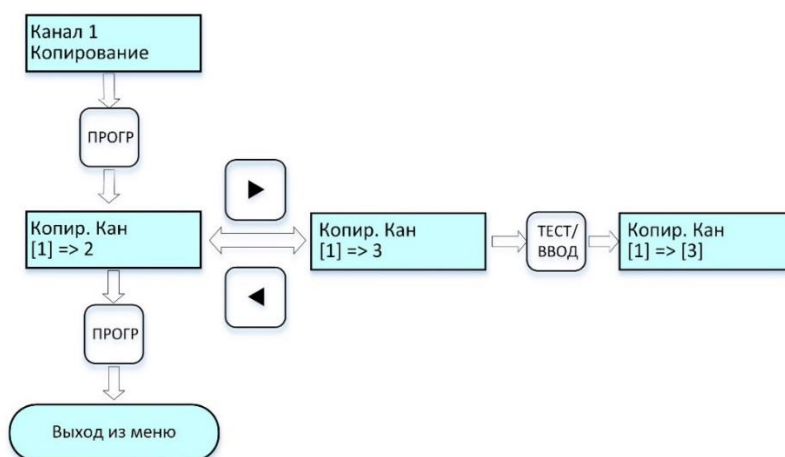

Рисунок 14 – Циклограмма выводимых сообщений на дисплей при копировании настроек канала
2.6.9 Пункт «Канал № Копирование» основного меню в режиме «Программирование» представлен циклограммой *рис. 14*. Меню позволяет: